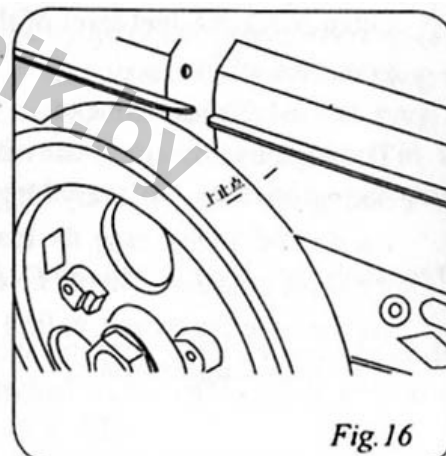

Рис.16
4.4.5.2 Откройте рычаг декомпрессора, чтобы продолжить поворачивать маховик до ВМТ соотнеся метки: метку на маховике с меткой на его баке охлаждающей жидкости (рис.16).